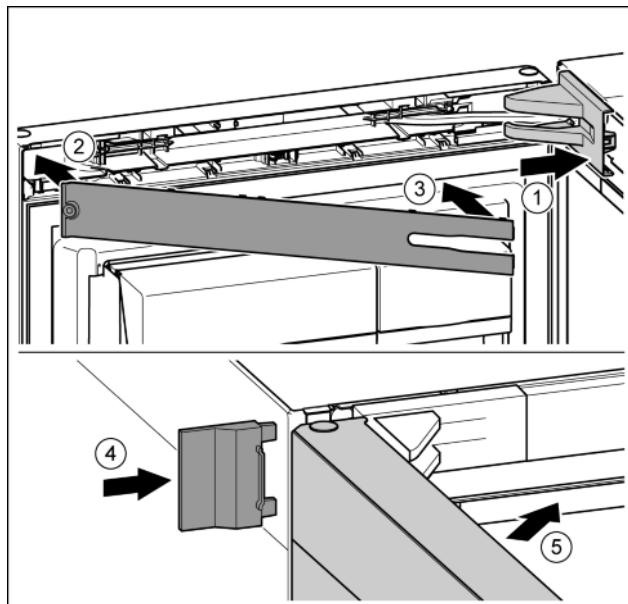

Fig. 50
- ▶ Поставете и фиксирайте капака на лагерната стойка, при нужда внимателно го натиснете настрани. Fig. 50 (1)
- ▶ Поставете капачката. Fig. 50 (2)
- ▷ Завъртете навътре капачката и я фиксирайте. Fig. 50 (3)
- ▶ Нахлузете външния капак. Fig. 50 (4)
- ▶ Затворете горната врата. Fig. 50 (5)